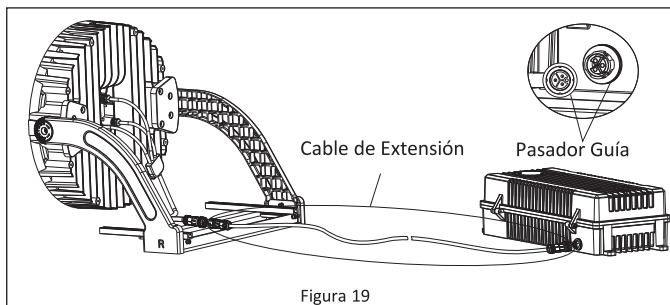

Figura 19
3. Conecta el cable de extensión a la matriz de luces LED y al controlador alineando el pasador guía de los conectores codificados. **Ver Figura 19.**